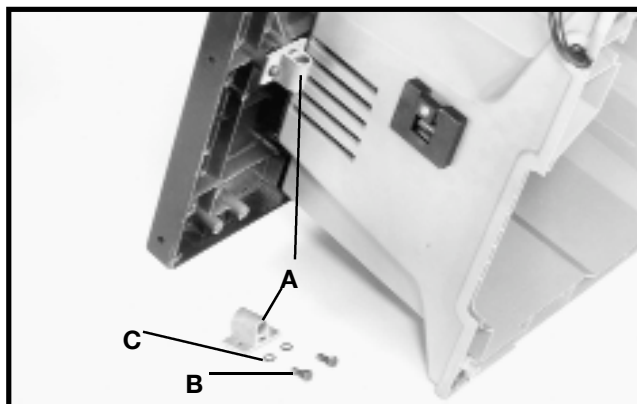

Fig. 29
1. Ajuste sin demasiada firmeza ambas abrazaderas (A), Fig. 29, al lado inferior izquierdo de la mesa de la sierra como se muestra con dos tornillos de cabeza hexagonal phillips M6 x 1 x 15 mm (B) y arandelas de bloqueo M6 0,1 (C). Ensamble las dos abrazaderas restantes al lado inferior derecho de la mesa de la sierra de la misma manera.